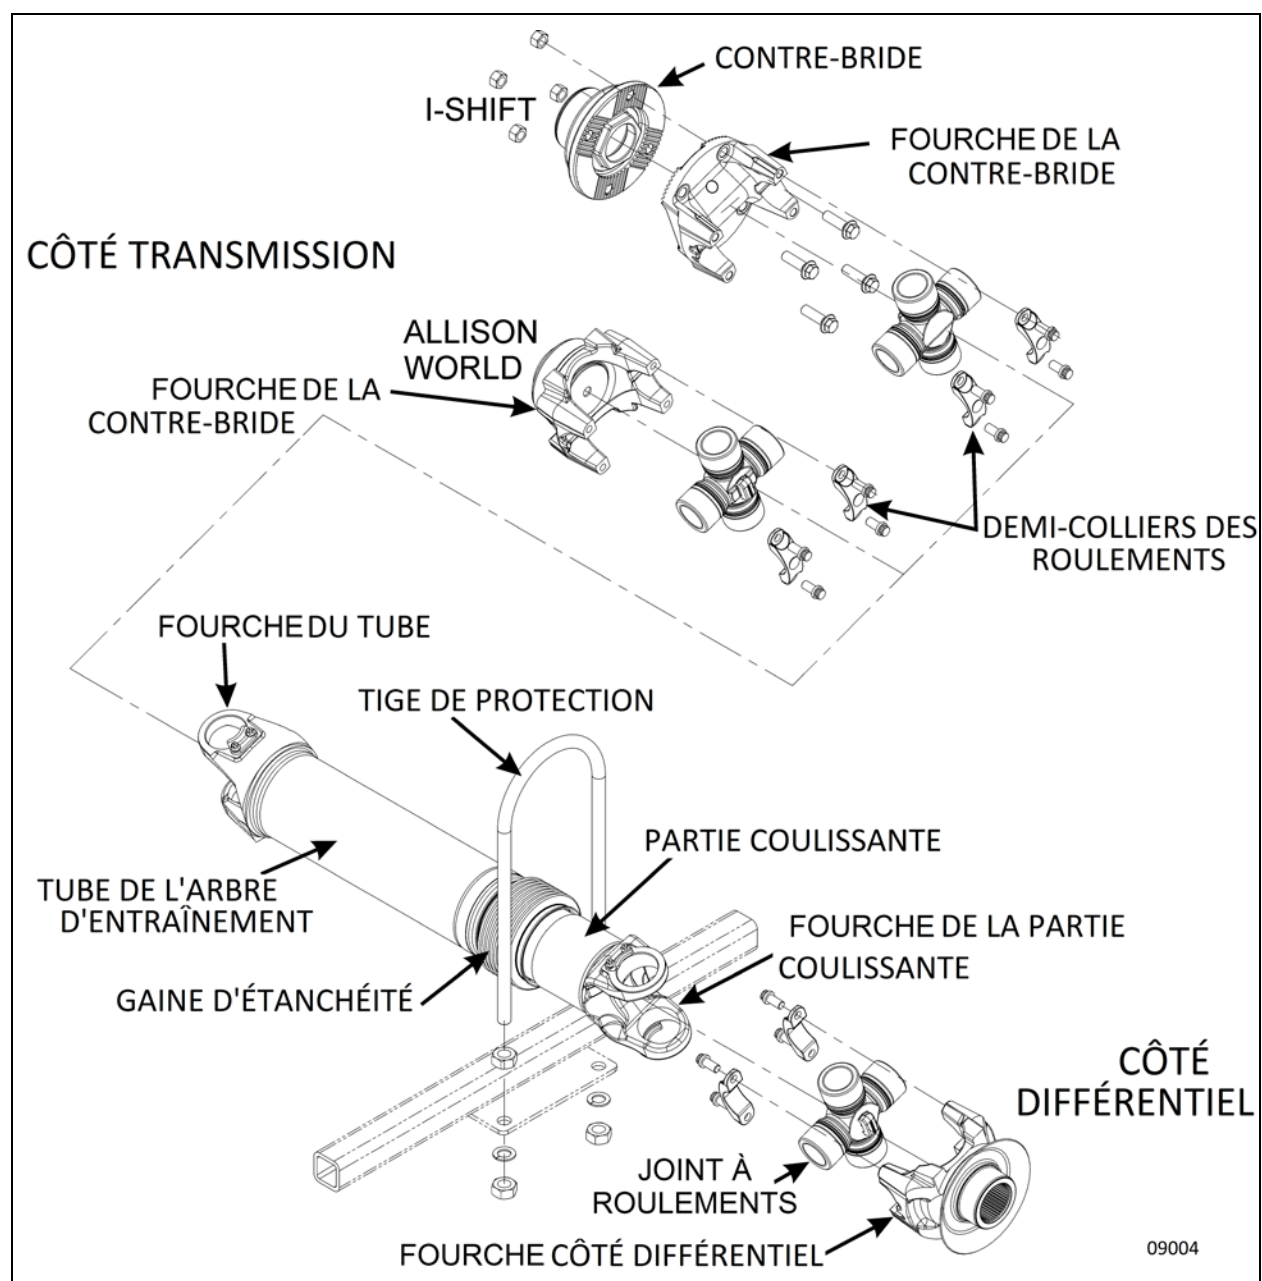

FIGURE 1: ASSEMBLAGE D'ARBRE DE TRANSMISSION (typique)
L'arbre de transmission transmet la puissance de la boîte de vitesses au différentiel (FIGURE 1).
pour plus de détails. L'arbre de transmission est de marque Dana Spicer de type Life série SPL250 avec arbres tubulaires. Il est équipé de deux joints universels (à roulements) pour service intensif (FIGURE 1).
- **Toutes les pièces de fixation des joints universels (pièces de fixations et boulonnerie, languettes de fixation à ressort et vis) doivent être démontées et remplacées en utilisant des pièces de qualité OEM.** (FIGURE 1 & Figure 2).